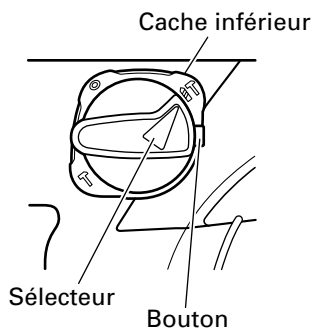

Fig. 6
(1) Commutation sur "rotation + percussion"
- (b) Aligner ▲ du levier de sélection sur **IT** du support de levier comme indiqué sur la Fig 6.